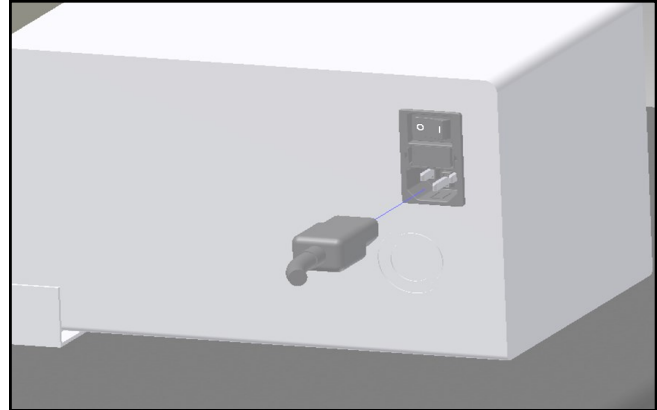

Abb. 8-1A. Elektrische Anschlüsse
4. Stecken Sie das buchsenförmige Ende des mitgelieferten Netzkabels auf der Rückseite der Maschine ein, **Abb. 8-1A.**